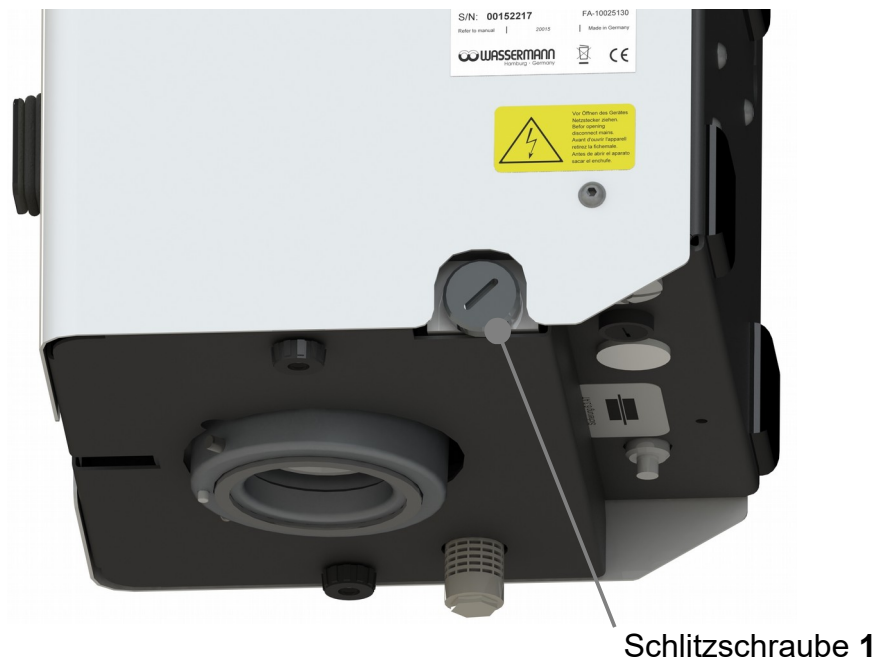

Bild 8
Drehen Sie dazu die Schlitzschraube (1) heraus. Der Filtereinsatz hängt lose im vorderen Teil der Schraube. Nach dem Wechsel ist die Schraube wieder handfest anzuziehen (O-Ringe nicht vergessen!). (*Bild 8*)